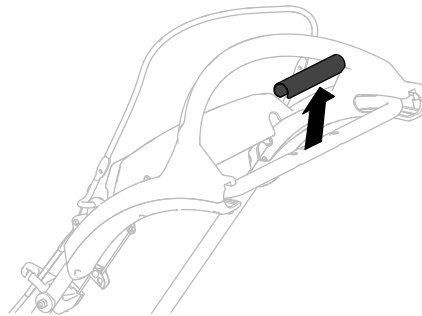

Figura 1
3. Rimuovete il coperchio della stegola (Figura 1).